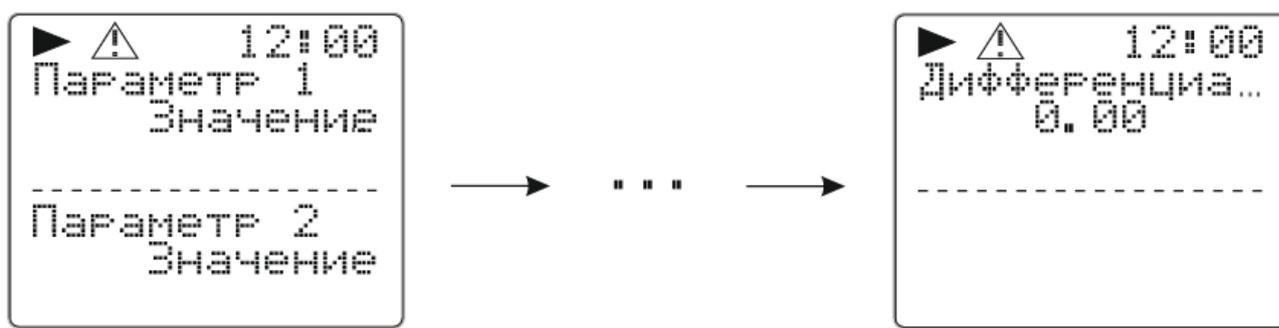

Рисунок 13 – Циклическое меню
**Циклическое меню** представляет собой последовательно сменяющие друг друга экраны, на которых могут отображаться максимум 2 параметра, выбранных пользователем при настройке (см. рисунок 13). Если длина любой строки (название параметра или его выводимое значение) на экране превышает максимально выводимую (12 символов), то в этой строке отображаются 11 символов + знак «...», а все надписи на экране автоматически пролистываются сначала вправо, пока не дойдут до конца строки, содержащей наибольшее количество символов, а затем влево – до начала строк; после этого выдерживается временной промежуток (величина которого может регулироваться пользователем при настройке циклического меню), затем включается следующий экран (если экранов в циклическом меню два или более). Максимальное количество сменяющихся экранов – 35. (Подробнее о настройке циклического меню см. п. 14.9.)